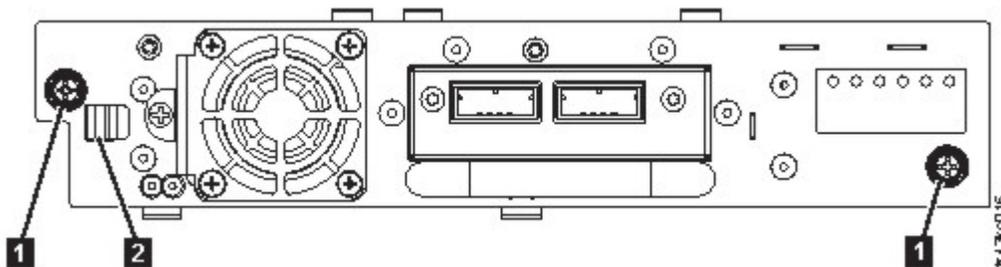

Abbildung 61. Laufwerk entriegeln
- Lösen Sie die blauen Rändelschrauben (**1** in Abb. 61) am Bandlaufwerk. Drücken Sie den Feststellhebel (**2** Abb. 61) nach rechts und ziehen Sie den Griff des Bandlaufwerks gerade zurück, um das Bandlaufwerk aus der Einheit auszubauen. Stützen Sie beim Ausbauen die Unterseite des Laufwerks mit der Hand ab.